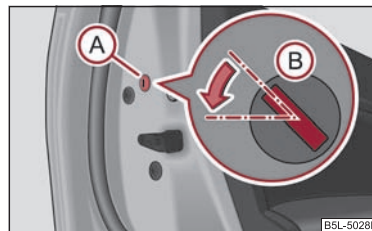

Fig. 27 Ușa din spate: Încuierea de urgență a ușii
- Îndepărtați capacul (A) ⇒ pagina 42, fig. 27.
- Introduceți cheia în fanta (B) și rotiți-o în sensul indicat de săgeată, în poziție orizontală (la portierele din dreapta executați operațiunile în oglindă).